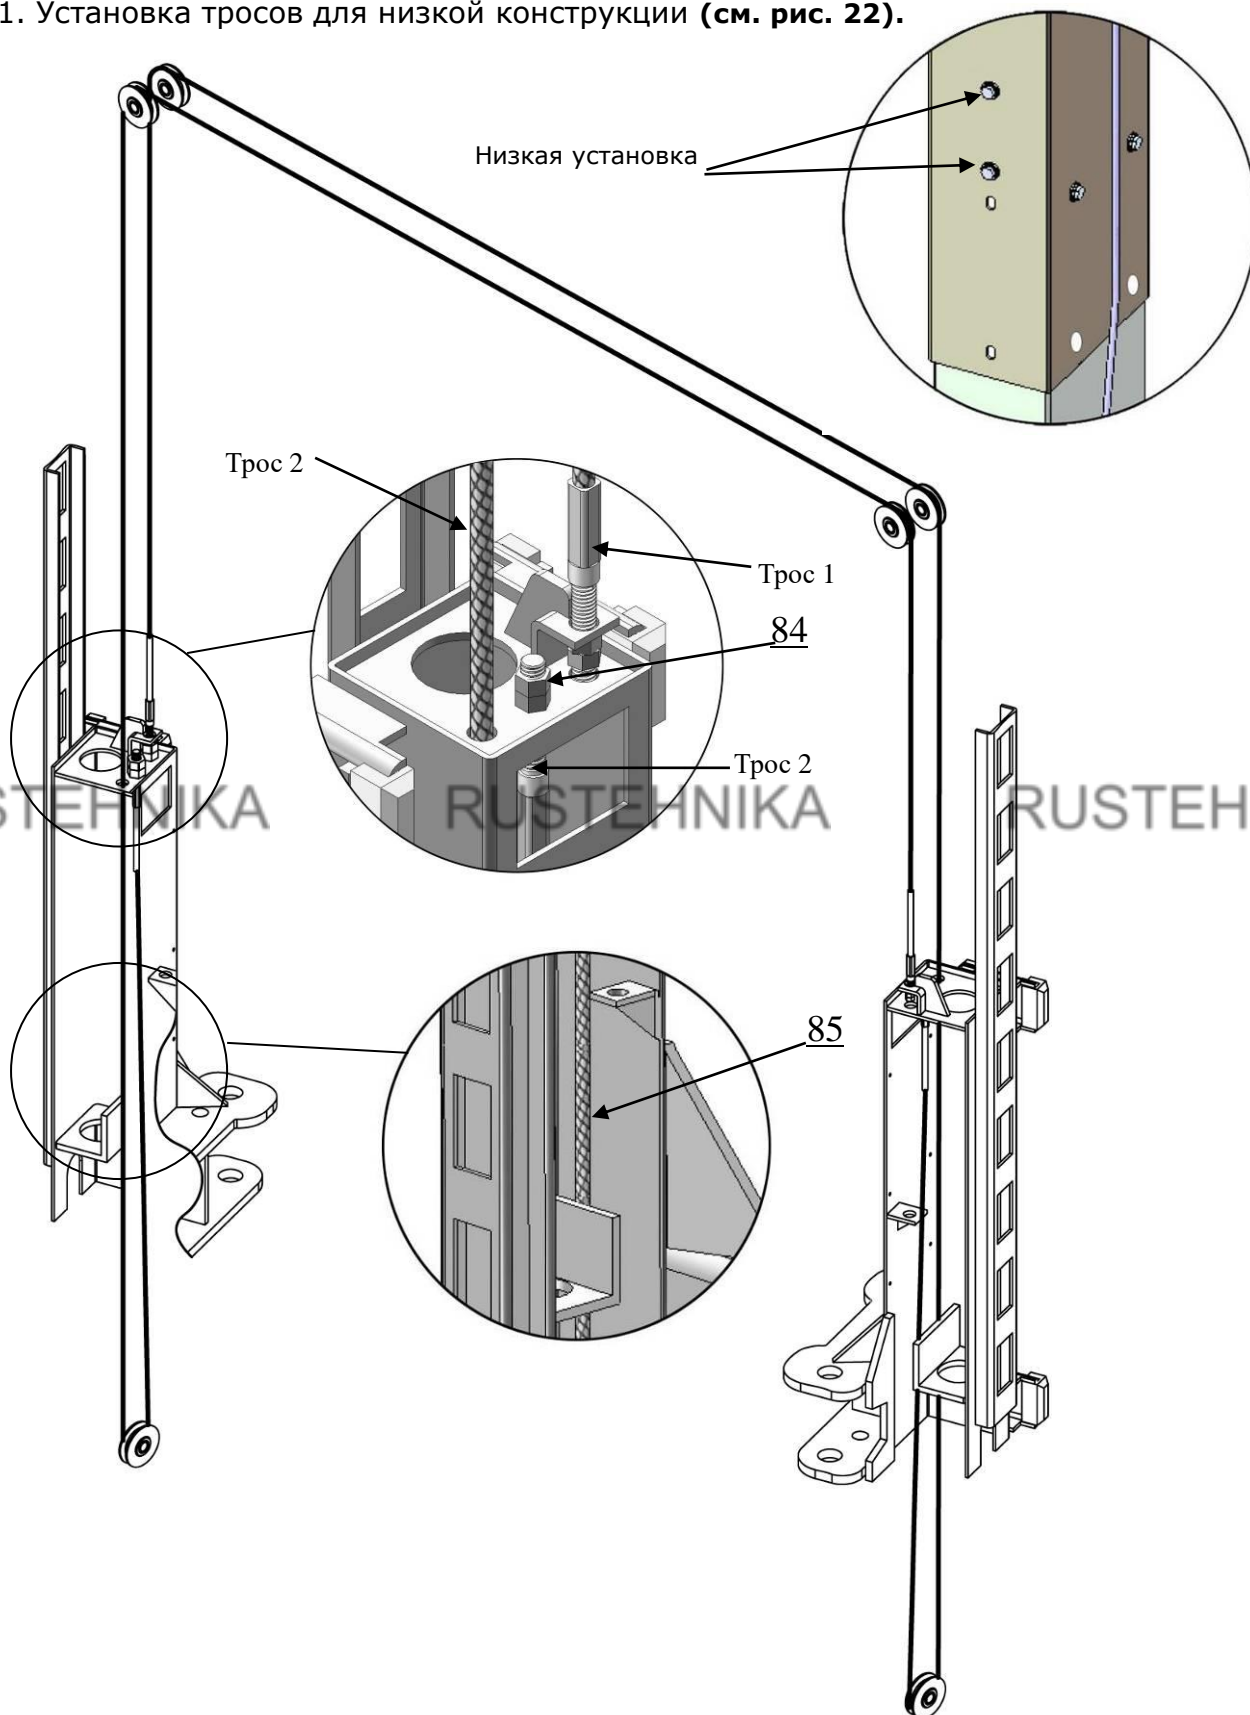

Рис. 22
1. Установка тросов для низкой конструкции (см. рис. 22).